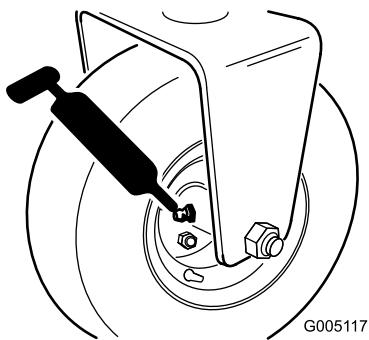

Рисунок 29
- Ступица заднего ролика или, если машина оборудована комплектом 3-колесного привода, сцепления ролика заднего колеса и наружный шарикоподшипник (1 шт.) (Рисунок 29).